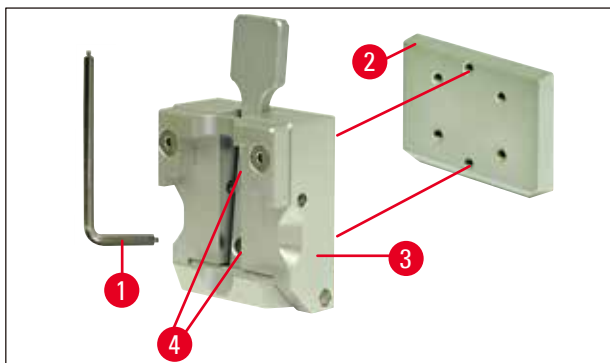

Fig. 10
3. Para remover a guia em cauda de andorinha (→ Fig. 10-2) do prendedor de amostra (→ Fig. 10-3), retire os dois parafusos (→ Fig. 10-4) da guia em cauda de andorinha (→ Fig. 10). Novamente, use a chave Hexagonal com cabo, Nº 3.